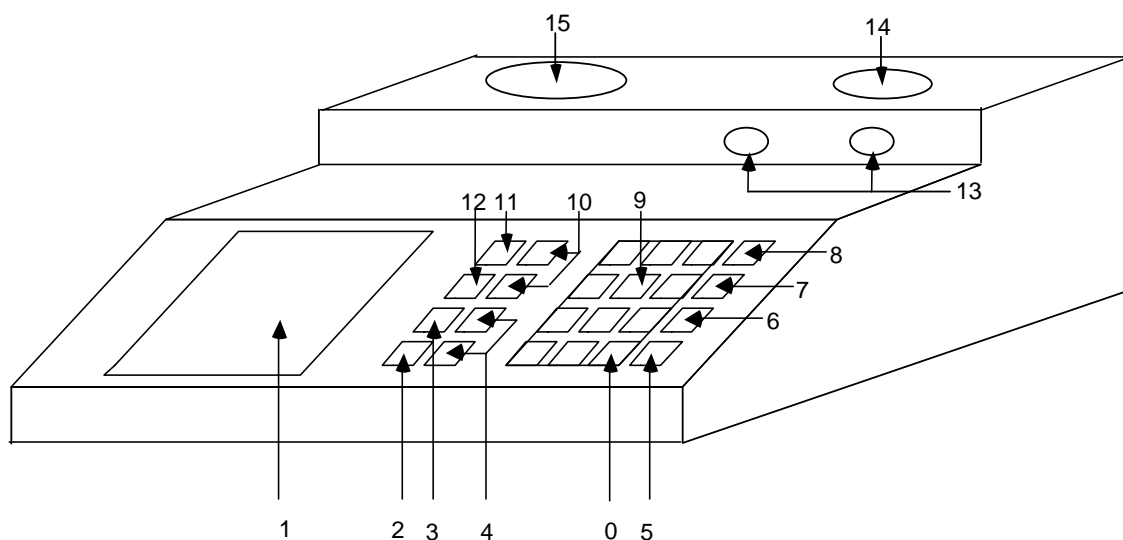

Figura 1.4
2. La función representada en la parte inferior de la tecla se obtiene pulsando la tecla “función baja” o “shift”  (5 en la figura 1.4) y al mismo tiempo la tecla deseada.
3. La tercera función es la introducción de caracteres alfabéticos. Para ello se pulsa la tecla de selección alfabética / numérica “alfa”  (8 en la figura 1.4). El testigo de la tecla se ilumina entonces para indicar el paso a modo alfabético. Se vuelve al modo numérico pulsando de nuevo esta tecla (el testigo se apaga). La tecla “shift” puede emplearse tanto en modo “alfa” como en modo numérico.
Las teclas:  (ver 10 en figura 1.4), permiten subir o bajar línea por línea durante la edición o en los menús. Permiten pasar de una pantalla a otra durante la visualización de las estadísticas de una cota.
Las teclas:  (ver 4 en figura 1.4), permiten subir o bajar página por página durante la edición. Permiten pasar de una cota a otra durante la visualización de las estadísticas.
La tecla:  (ver 11 en figura 1.4), borra un valor o una línea de entrada de datos para que pueda ser modificado.
La tecla:  (ver 12 en figura 1.4), borra los caracteres, uno a uno, en la línea de entrada..
(ver 7 figura 1.4), permite imprimir las mediciones y las estadísticas mediante una impresora.
(ver 6 figura 1.4), permite enviar los resultados a la interfaz RS232.
(ver 2 figura 1.4), inicia la lectura de las mediciones.
(ver 3 figura 1.4), salir de la pantalla actual.